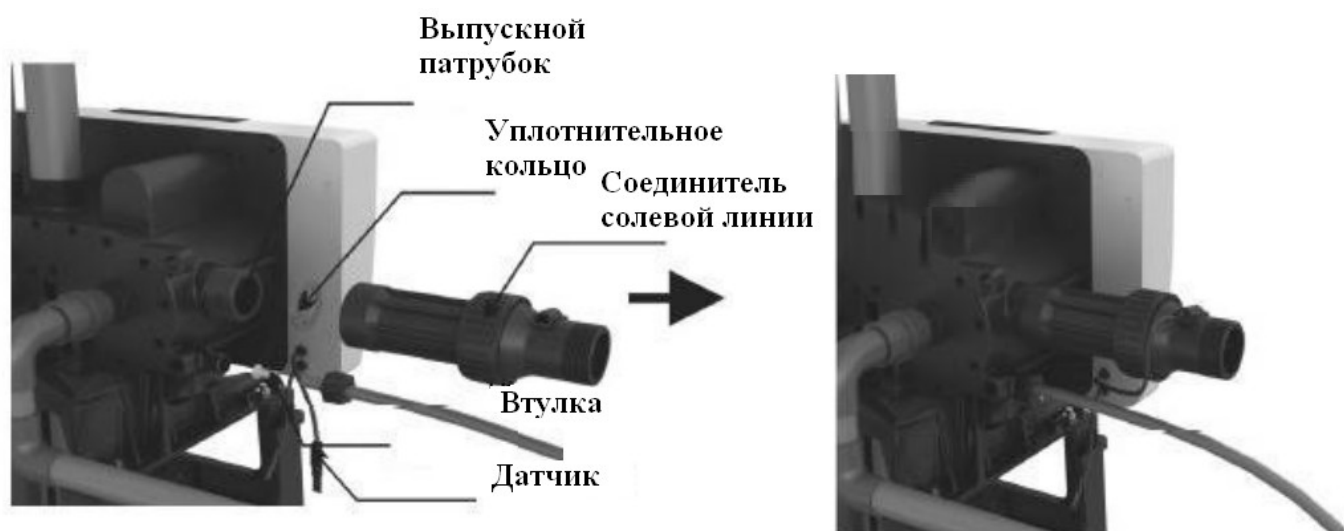

Рисунок 4. Подсоедините расходомер и солевую линию
9.3 Подсоедините расходомер и солевую линию (см. рисунок 4)